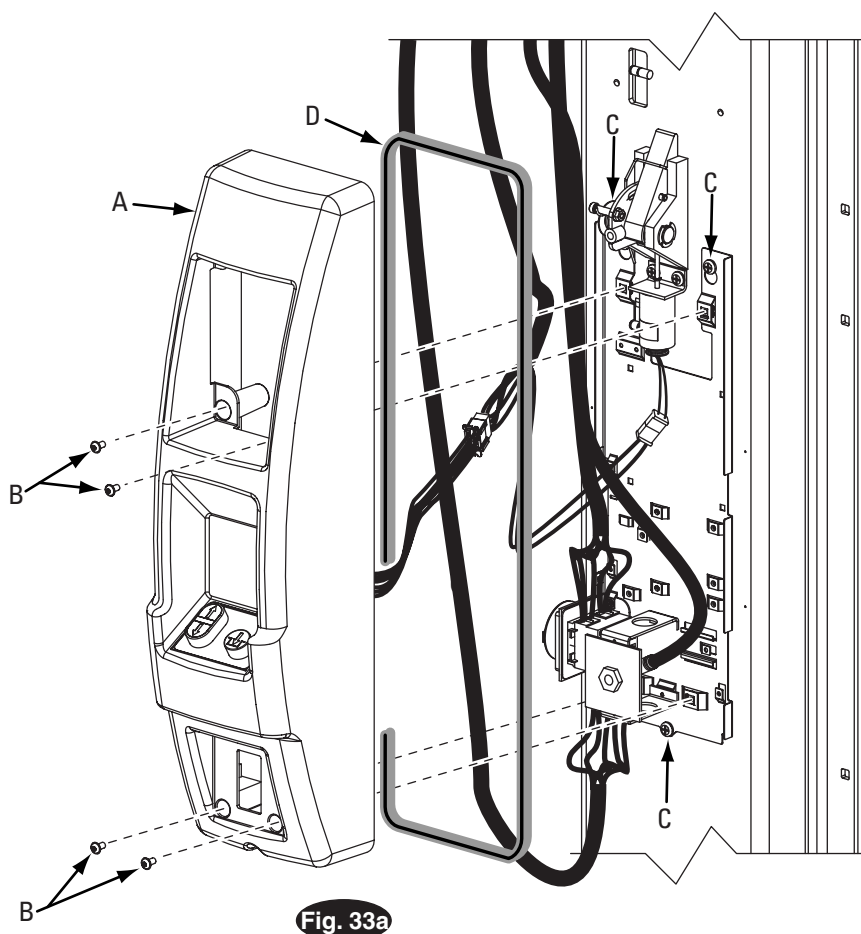

Fig. 33a
- B) Para colocar la junta en el lado auxiliar, afloje los (2) PHMS superiores y el (1) PHMS inferior 5/16"-18NCx3/8" que fijan la unidad de control a la columna. Coloque la junta detrás del armario negro, asegúrese de conectar todas las conexiones y vuelva a instalar con (4) 5/16"-18NCx3/8" BHCS, Fig.33a. Apriete los tornillos de montaje hasta que la junta quede bien apretada a la columna. No apriete excesivamente.